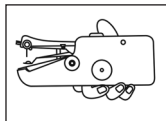

Abb. 3
- 4] Nehmen Sie die Handnähmaschine in Ihre rechte Hand. Legen Sie den Daumen auf den Schalter (Ein/Aus) und halten Sie mit den übrigen Fingern das Gerät von unten (siehe Abb. 3).